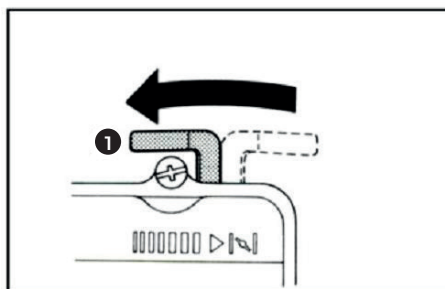

рис. 5
- ON при запуске горячего двигателя, смотри рисунок 5.